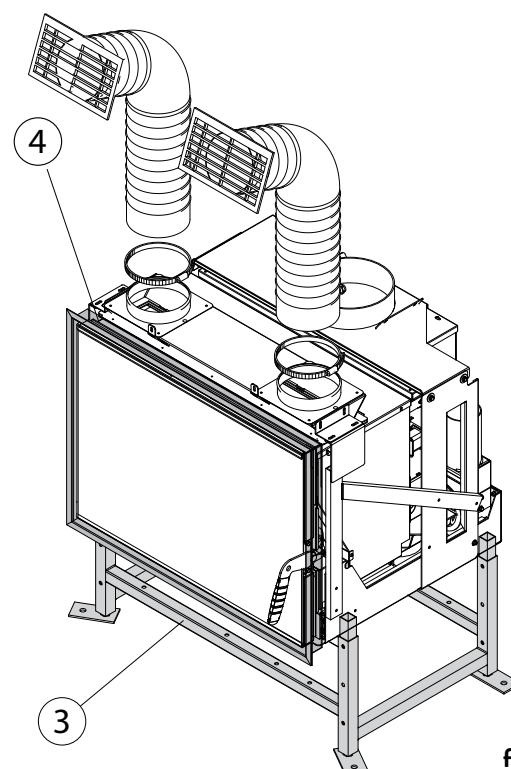

fig. 6.4.3
- C) Kit socle « 3 » (Fig. 6.4.3)
- D) Cadre « 4 » (Fig. 6.4.3)